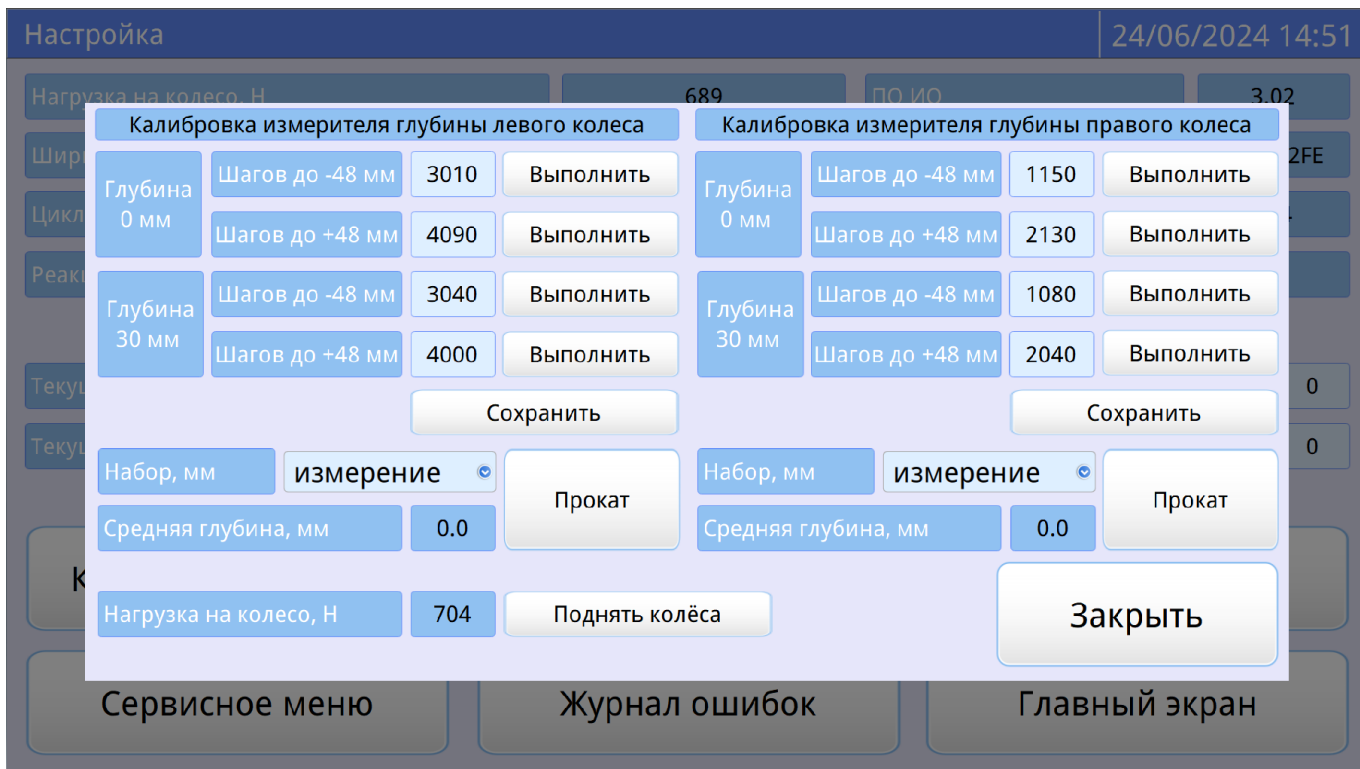

Рисунок 3 - Окно «Калибровка глубины колеи»
- 9.8.3 Нажать кнопку [**Калибровка глубины**]. При этом откроется окно «**Калибровка измерителя глубины**» (см. рисунок 3).